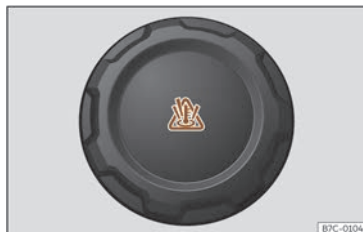

Fig. 200 Compartiment avant : bouchon du vase d'expansion du liquide de refroidissement.
- Le vase d'expansion du liquide de refroidissement du moteur est reconnaissable par le symbole sur le couvercle  >>> **fig. 200**